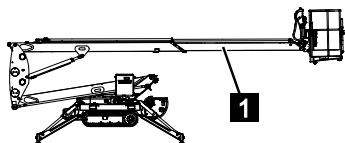

Abb. 154
2. Oberarmausschub (Abb.154/1) über den Servicebetrieb oder über den Bühnenbetrieb wie abgebildet austeleskopieren.